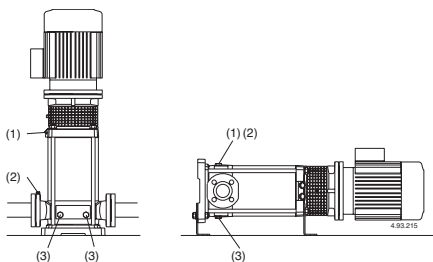

Fig. 4 (1) Remplissage et évent
Avec la **pompe au dessus du niveau de l'eau** (fonctionnement en aspiration, **fig. 3A**) ou avec un niveau d'eau en charge non suffisant (inférieur à 1 m) pour ouvrir le clapet de non-retour, remplir le tuyau d'aspiration et la pompe à travers du trou approprié (1) (**fig. 4**).
(2) Event aspiration
(3) Vidange
Avec le niveau d'eau côté aspiration sur la pompe (fonctionnement en charge, fig. 3B), remplir la pompe en ouvrant lentement et complètement la vanne sur le tuyau d'arrivée, en tenant ouverte la vanne de refoulement et les bouchons (1), (2) (fig. 4) pour purger l'air .
Serrer les bouchons d'évent (1), (2) (fig. 4), pour MXV-B, MXV(L) 25-32-40 et MXV(L)4 25-32-40 serrer la vis-éponge (14.17) dans le bouchon de vidange (14.12) (fig. 4b) et fermer l'évent (14.04).
Si l'on constate une perte d'amorçage (interruption du flux au refoulement, bien que les vannes soient ouvertes) ou si l'on note une oscillation de la pression indiquée par le manomètre, repurger le tuyau d'aspiration (2), vérifier que tous les joints du tuyau d'aspiration soient parfaitement étanches et fermer les bouchons de purge (2) et les bouchons de vidange (3) sur l'aspiration (fig. 4).
Si possible comme dans le cas d'utilisations temporaires avec des liquides sales, faire fonctionner la pompe avec de l'eau propre pour éliminer les dépôts. Préférer le rinçage immédiat de la pompe avec de l'eau propre (environ 40 litres), remplir par le bouchon (1) sur le refoulement et vidanger par le bouchon (3) sur l'aspiration (fig. 4.).
Avant le démontage, débrancher la pompe de toutes sources d'alimentation électrique, fermer les vannes d'aspiration et tuyaux de refoulement et vider le corps de pompe (Fig. 4).